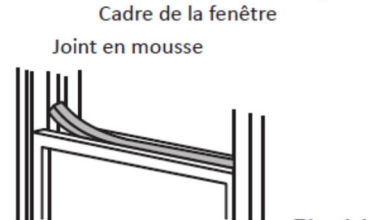

Fig.11
5. Snijd de schuimrubber afdichting op de juiste lengte en sluit de open ruimte tussen de bovenste raamvleugel en de buitenste raamvleugel. Weergegeven zoals in Afb.11.